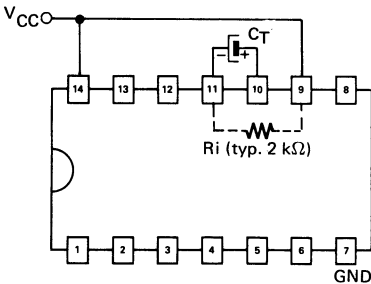

Figure 1  $t_p \approx C_T \times R_i \log_2 2$
- To use the internal timing resistor (2 kΩ nominal), connect pin 9 to pin 14. Figure 1
- Pour utiliser la résistance interne (2 kΩ nominal), réunir les broches 9 et 14. Figure 1